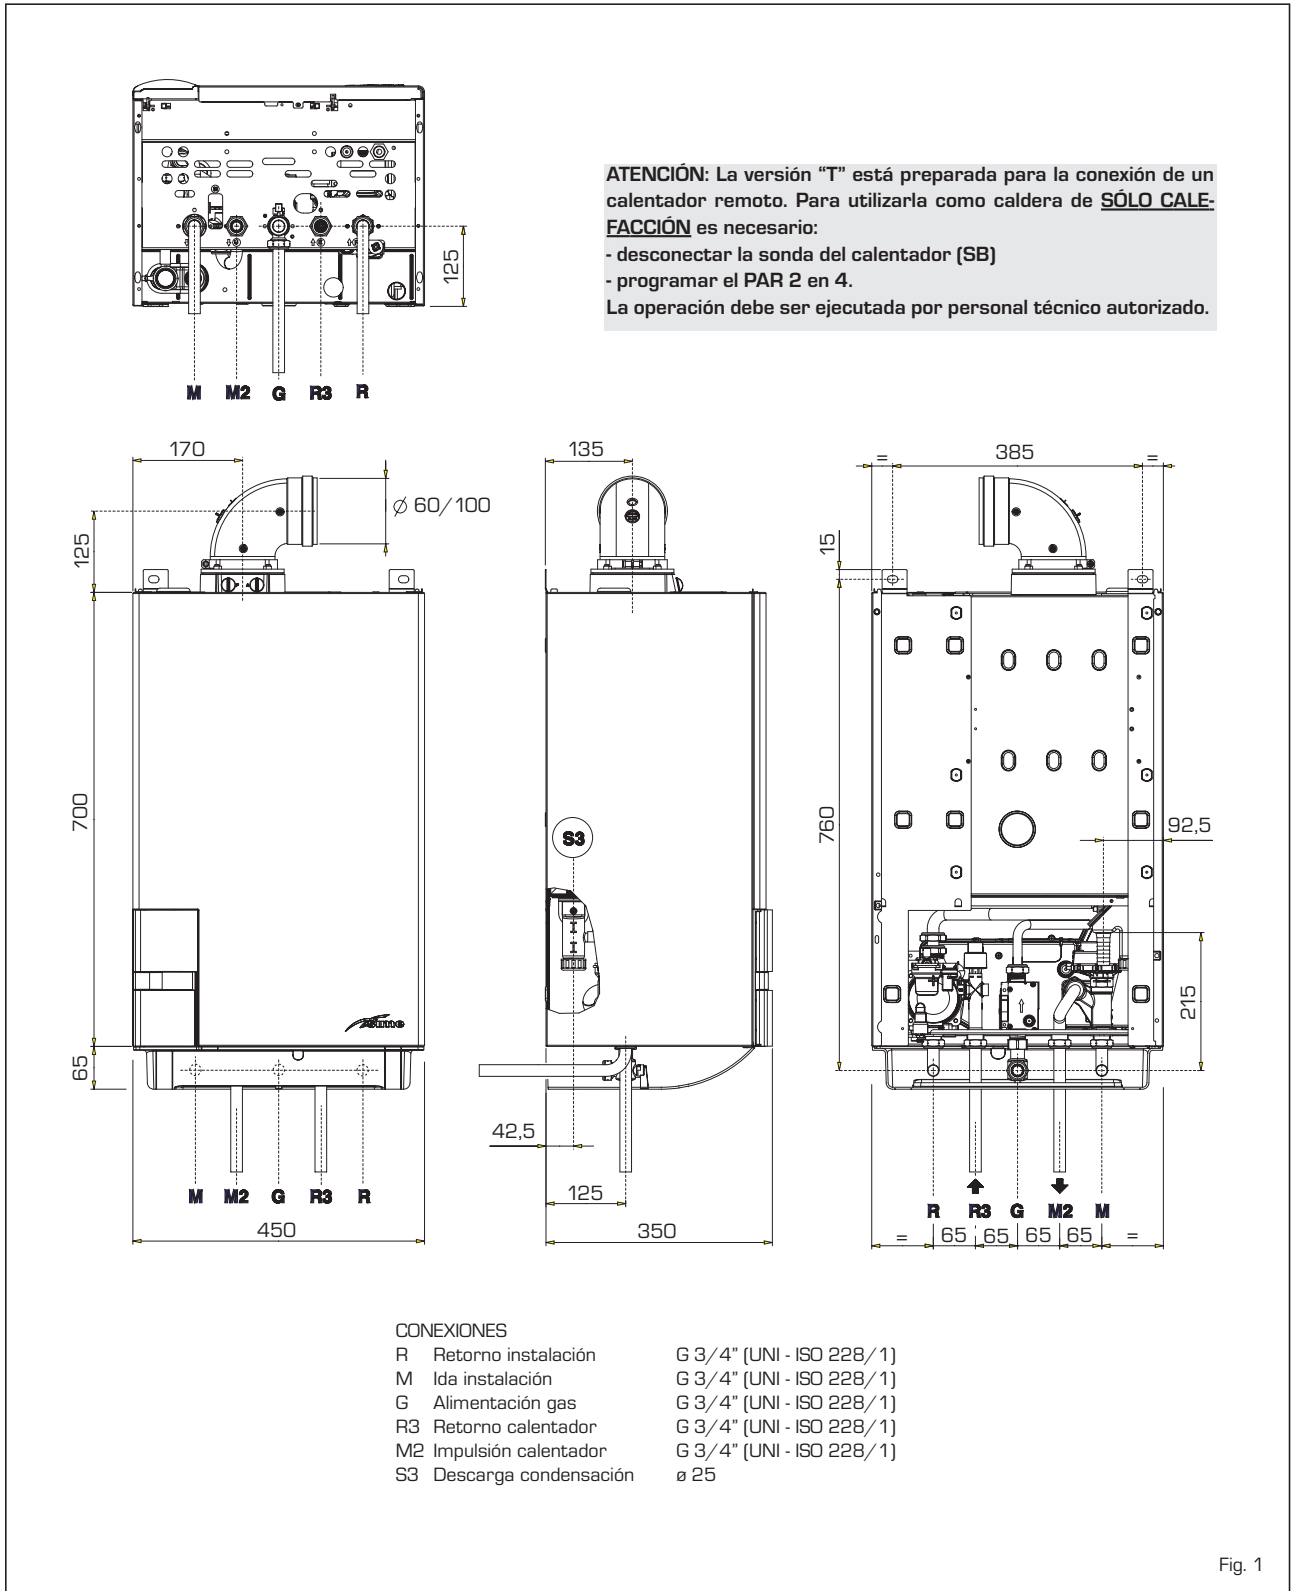

Fig. 1
1.2.1 Murelle EV HE 12-20-25-30-35 T (fig. 1)
1.2.2 Murelle EV HE 25-30-35 (fig. 1/a)